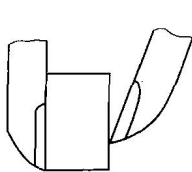

图 2-7 游标量爪歪斜
1) 测量工件时应使尺身量爪与工件基准平面贴平, 推动游标时不要用力过猛, 否则会使游标量爪倾斜, 出现测量误差, 其原因是游标与尺身处的簧片被压缩使游标配合间隙增大所致, 如图 2-7 所示。